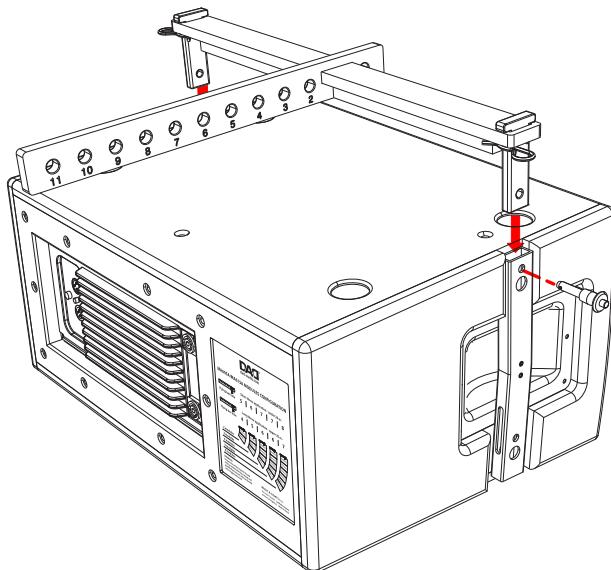

Fig.6
1. Collegare le staffe della barra di sospensione MA6BAR, con il diffusore della serie MA, mediante due spine di aggancio rapido (fig.6).
1. Connect the MA6BAR brackets to the first MA loudspeaker using two quick lock pins (fig.6).